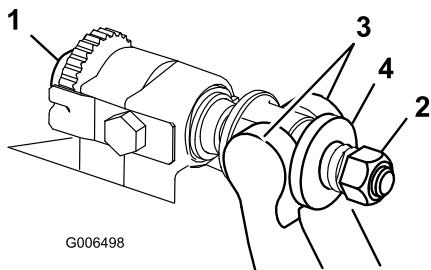

Figura 26
- Ruotate le viti di regolazione della barra di appoggio in senso antiorario per allontanare la controlama dal cilindro (Figura 26).
- Allentate il dado di tensione della molla, finché la rondella non sarà più in tensione contro la barra di appoggio (Figura 26).